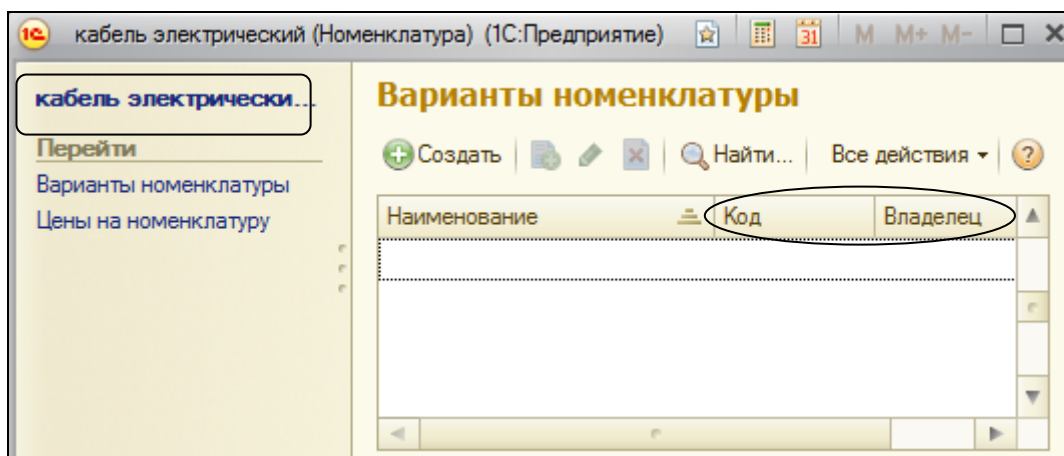

Рисунок 6.14 Список вариантов номенклатуры
8. Создать набор свойств для элемента номенклатуры **Кабель электрический**. В панели навигации выполнить команду **Варианты номенклатуры**. В списке вариантов номенклатуры имеются столбцы, которые использоваться не будем: **Код** и **Владелец** (рис.6.14). Код вставляется автоматически и эта информация ни о чем не говорит, а владелец показан в левом верхнем углу заголовка окна.